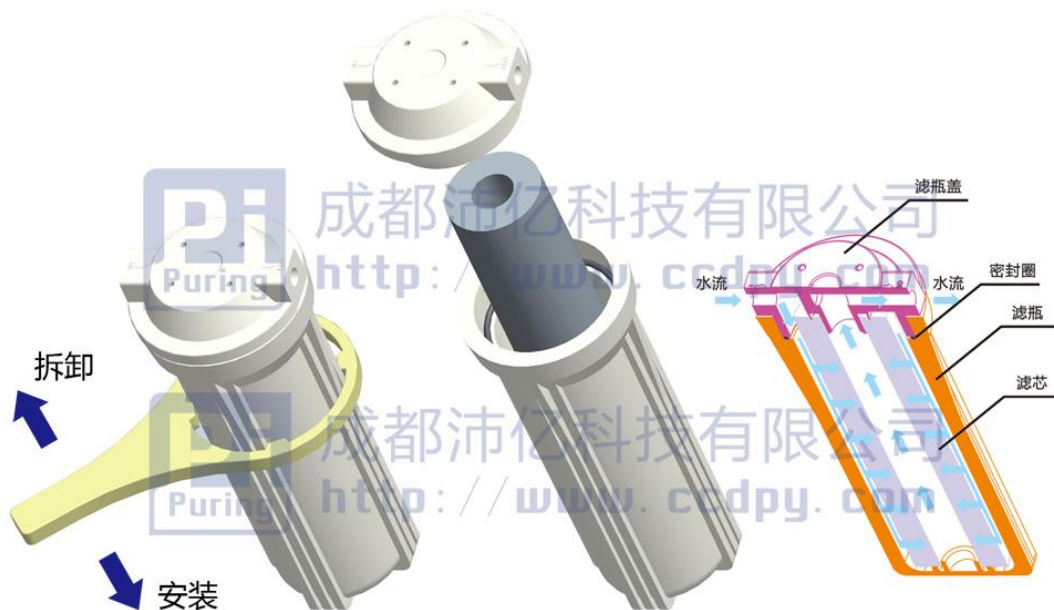

图4
4.2 PP 滤芯更换：在设备制水时关闭水源，让设备报警待机以消除管路水压，关闭电源，打开机器左侧门，用随机塑料扳手如图 4 所示方向卸下滤瓶，换装 PP 滤芯然后拧紧滤瓶。开启水源，然后开启电源，设备即能正常工作。根据原水水质优劣和实际用水量的大小，2~3 个月更换 1 次为宜。